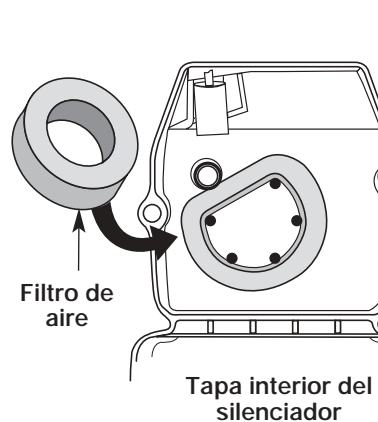

Figure 27
2. Gire la tapa y ubique el filtro de aire adentro. Saque el filtro de aire de adentro de la tapa del filtro de aire / silenciador (Fig. 27).